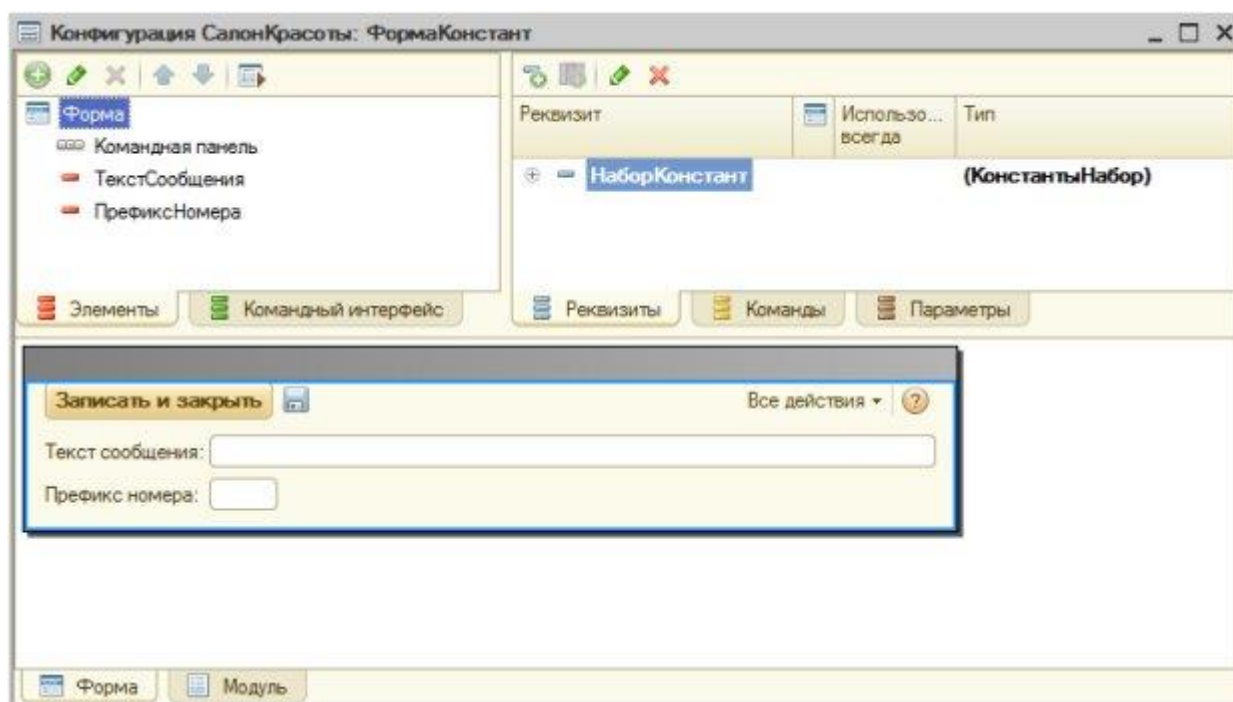

Рисунок 5.10- Окно редактирования формы
7.3 В ветви **Общие формы** появится новая форма с именем **ФормаКонстант**, будет открыто окно редактирования формы, **Рисунок 5.10**.